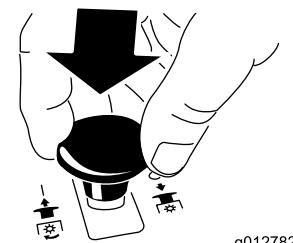

Figura 10
- Empuje el mando de control de las cuchillas (TDF) hacia abajo a la posición de DESENGRANADO (Figura 10).